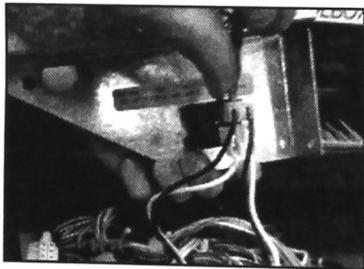

FIGURE 15
17. Débrancher les deux connecteurs supérieurs de phase et de neutre. À l'aide d'une pince, déconnecter les deux conducteurs de l'interrupteur d'alimentation principal. Voir Figure 15.